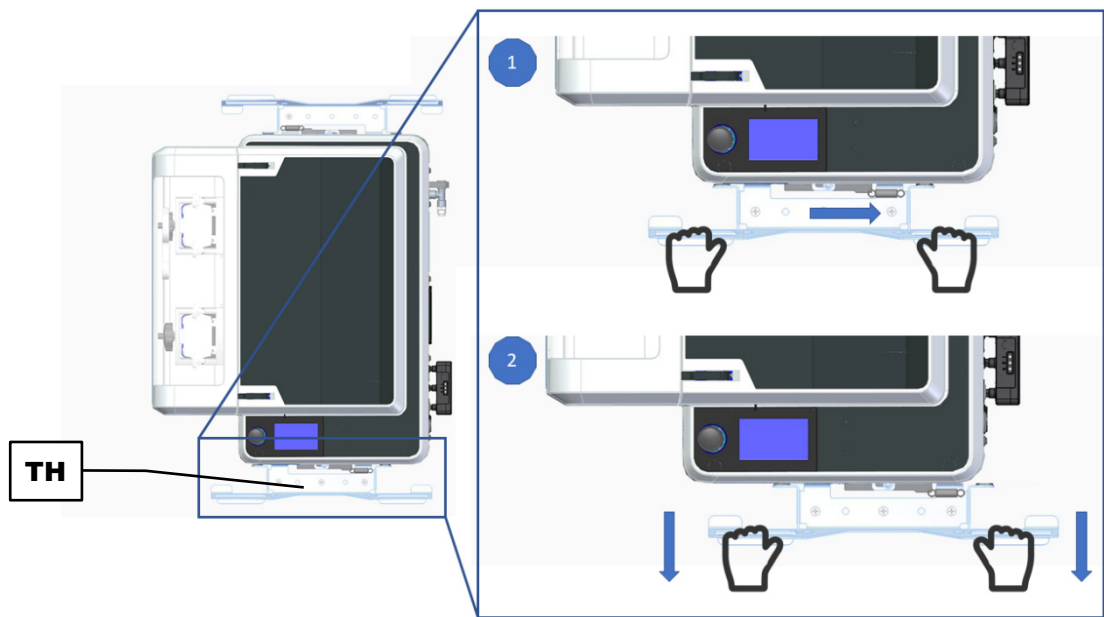

Fig. 34: Retirar la ayuda de transporte
- ⇒ Desplace la ayuda de transporte hacia la derecha (Fig. 34 punto 1).
- ⇒ Tire de las ayudas de transporte hacia fuera y retírelas (Fig. 34 imagen 2).